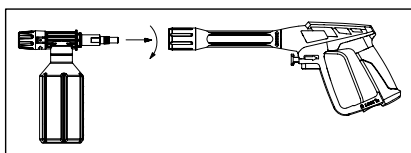

Fig. 3
4. Installeer de zeepfles op het spuitpistool. Fig.3.